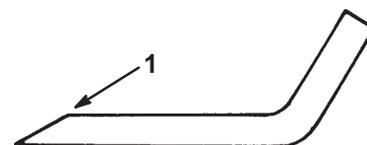

Bild 29
1. Schärfen Sie die Schnittkante an beiden Enden des Schnittmessers mit einer Feile (Bild 29).